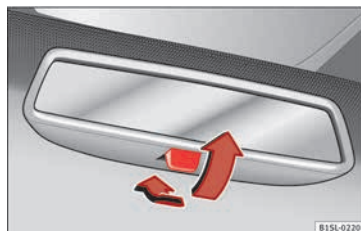

Abb. 147 Manuell abblendbarer Innenspiegel.
- Zum Abblenden des Rückspiegels, Hebel nach hinten ziehen » Abb. 147.